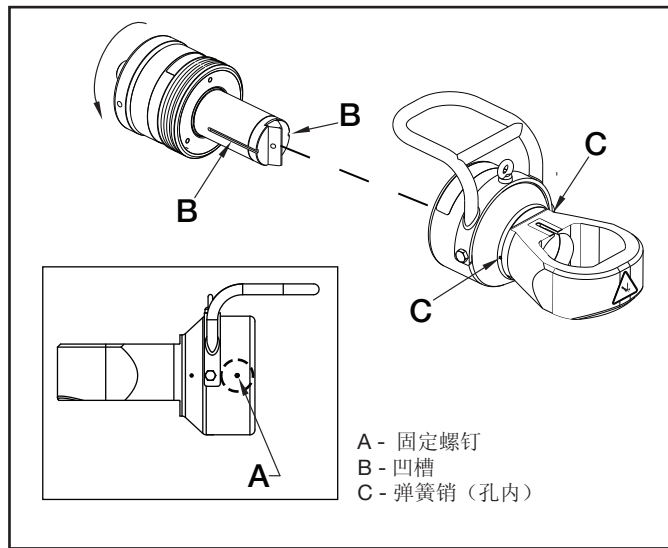

图 3，组装气缸与切割头
2. 拧松位于切割头筒体上的塑料固定螺钉（图 3，A 项）。
3. 将气缸插入切割头中，将刀片夹持器中的轴向槽（图 3，B 项）对准切割头孔中的弹簧销（图 3，C 项）。对准后，沿所示方向旋转气缸，以与螺纹啮合。
3. 如果位于切割头筒体上的塑料固定螺钉已拧紧，请将其拧松。请参阅图 3 的 A 项。
3. 如果位于切割头筒体部分中的塑料固定螺钉已拧紧，请将其拧松。请参阅图 3 的 A 项。